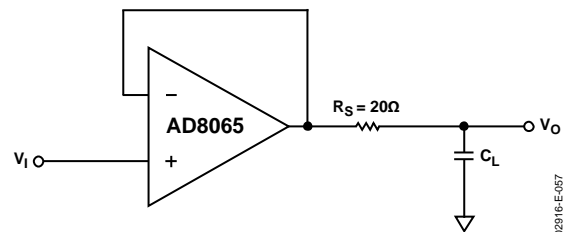

图57. 输出隔离电阻
- 如图57所示，将一个小电阻( $R_S$ )与输出端串联，从而将负载电容与放大器的输出级隔离开来。电阻值最好选择为20  $\Omega$ (见图10)。